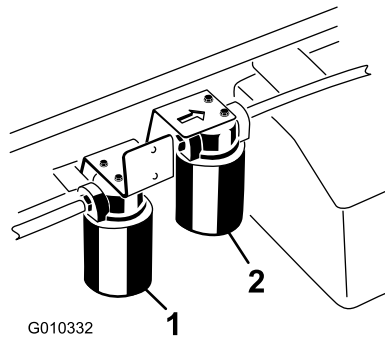

Bild 68
3. Stellen Sie eine Auffangwanne unter den Filter und entfernen den Filter (Bild 68).
1. Reinigen Sie den Anbaubereich des Hochflusfilters (Bild 68).